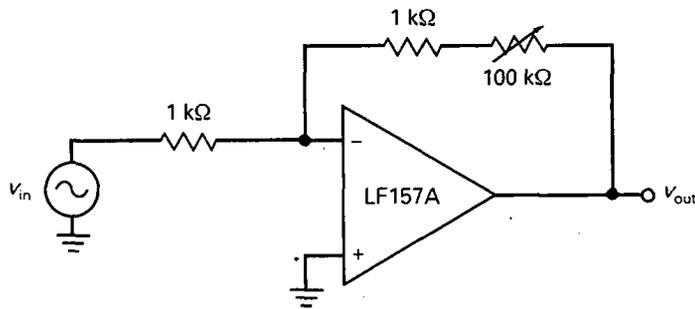

Figura 18-32
- 18-14. La resistencia variable de la Figura 18-32 puede ajustarse desde 0 hasta 100 kHz. Calcule los valores máximos y mínimos de la ganancia de tensión y ancho de banda en lazo cerrado.